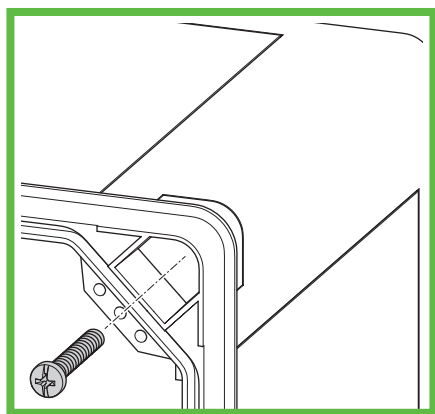

Fig. 7 : Montage de la borne de recharge sur le mur
- ▶ Vissez la borne de recharge en vissant à chaque fois une vis dans le trou (Fig. 7)